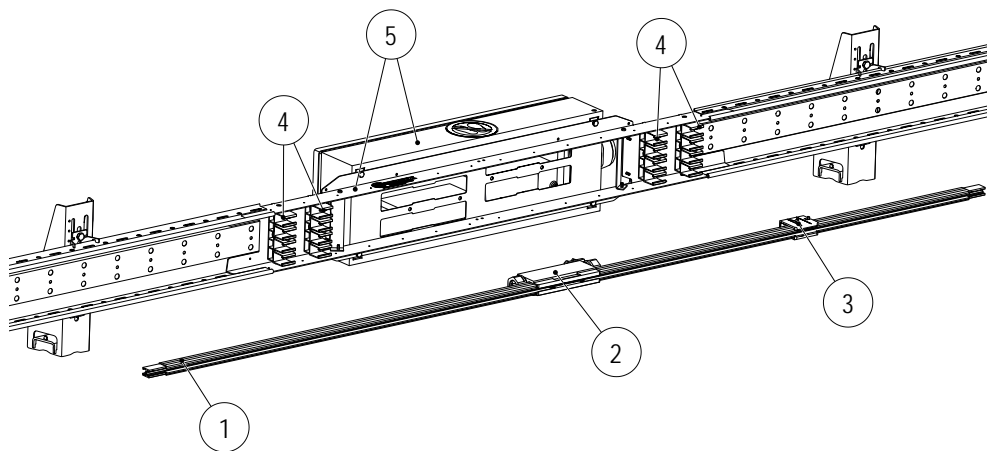
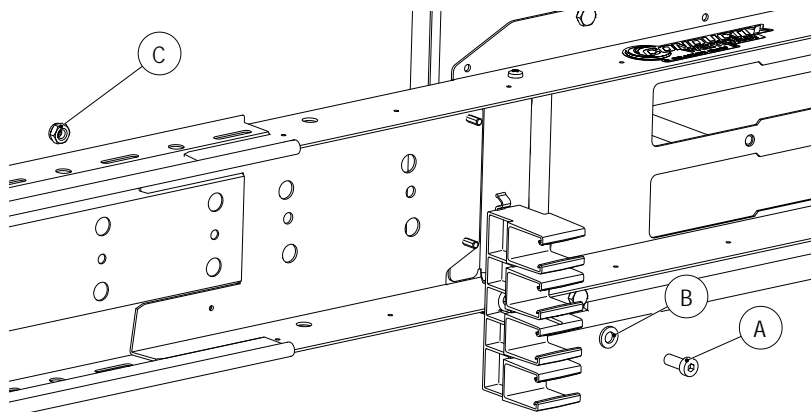
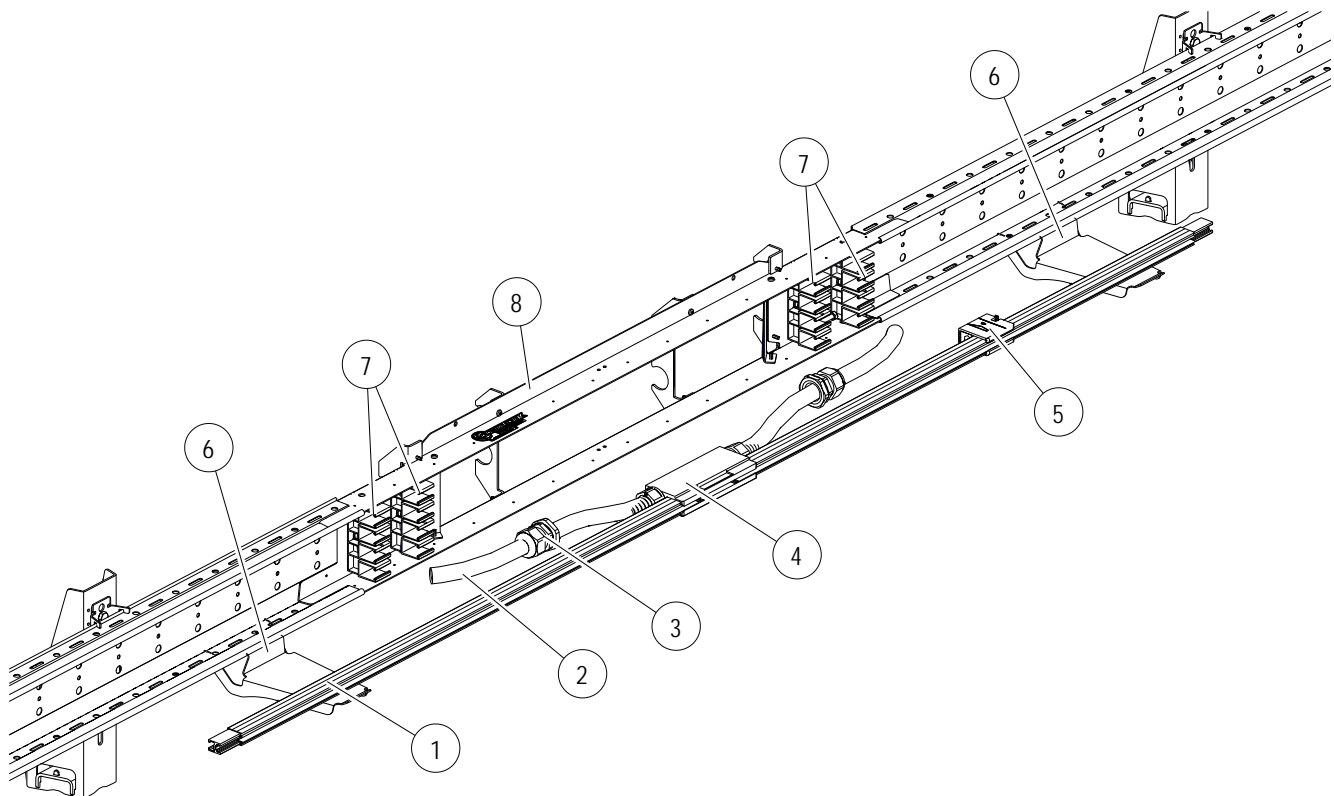

Abb. 30: Einspeisungsmöglichkeit mit Klemmenkasten
Abb. 31: Schienenhalter beim Befestigungsrahmen verschrauben
Abb. 45: Einspeisemöglichkeit mit Anschlussleitungen
Die Schienenhalter (4) für die vormontierten Fixpunkte (3) an der Schleifleitung mit Einspeisung (1) müssen auf der Baustelle mithilfe der Zylinderschraube M6x16 (A), Unterlegscheibe (B) und Sechskantmutter M6 (C) an das ProShell-Tragprofil montiert werden (siehe Abb. 31 bzw. Abb. 30)!
Die Schienenhalter (7) für die vormontierten Fixpunkte (5) an der Schleifleitung mit Einspeisung (1) müssen auf der Baustelle mithilfe der Zylinderschraube M6x16 (A), Unterlegscheibe (B) und Sechskantmutter M6 (C) an das ProShell-Tragprofil montiert werden (siehe Abb. 31 bzw. Abb. 45)!
2. Die Schleifleitungsschiene mit der montierten Einspeisung und Fixpunkt (1) auf die Hilfskonsolen (6) legen, um rechts und links die Schleifleitungsschiene (1) mit den weiteren Schleifleitungsschienen verbinden zu können (siehe Abb. 45). Für eine bessere Handhabung beim Verbinden sollten auch für die weiteren Schleifleitungsschienen Hilfskonsolen ins ProShell-Tragprofil eingehängt werden (siehe auch BAL0812-0001).